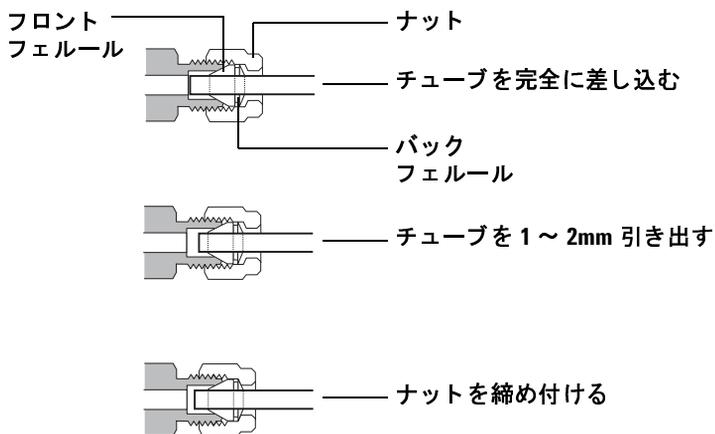

図 32 チューブの挿入
- 5 チューブをプラグに完全に差し込んでから、約 1～2mm 引き出します。ナットを指で締め付けます (図 32)。